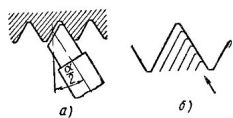

Рис. 225 Нарезание треугольной резьбы путем поворота верхней части суппорта на угол  $\frac{\alpha}{2}$ .
**Второй способ.** Если шаг нарезаемой резьбы больше 2 мм, резьбу нарезают особым резцом (рис. 225, а). Его устанавливают в верхней части суппорта, повернутой на угол  $\alpha/2$  равный половине угла профиля резьбы, и подают боковыми врезанием, перемещая верхнюю часть суппорта под углом к оси детали в направлении, указанном стрелкой. При такой установке резца резание осуществляется в основном левой режущей кромкой (рис. 225, б); правая режущая кромка снимает очень тонкую стружку, поэтому изнашивается медленно.